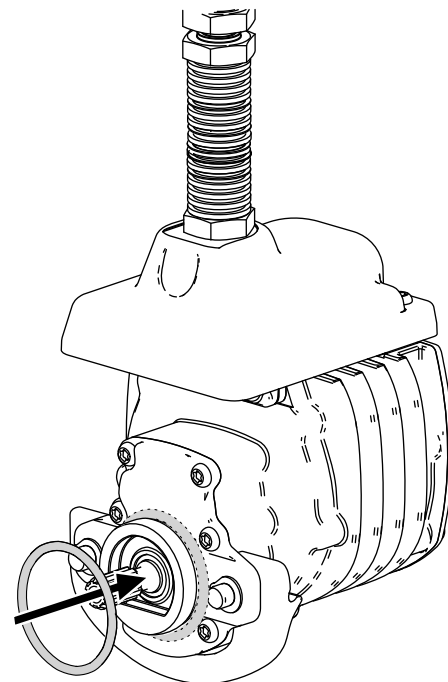

Figura 11
3. Instale una junta tórica en cada motor del molinete, tal y como se muestra en la Figura 11.